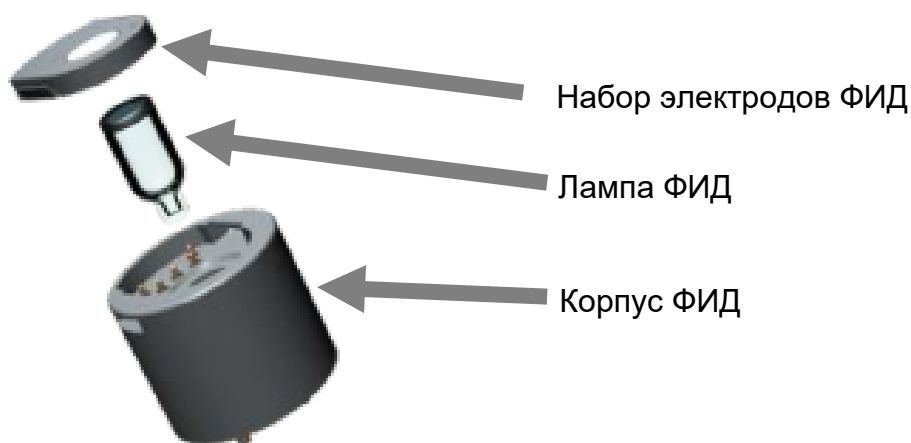

Рисунок 37 – Разнесённый детектор ФИД
3. Аккуратно приподнимите корпус детектора, сняв его с набора электродов и лампы (Рисунок 37).